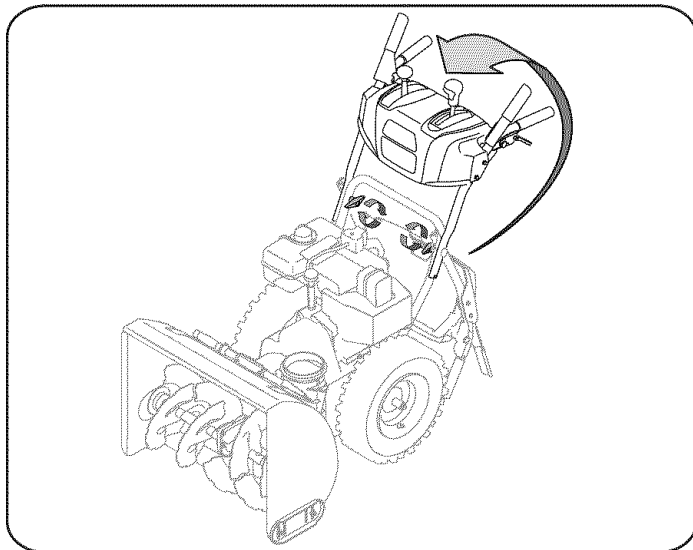

Figura 1
- a. Coloque la palanca de cambios en la posición de avance (F) 6.
- b. Tire hacia arriba y hacia atrás de la manija superior, tal como se muestra en la figura 1. Cuando usted levanta el mango hacia arriba, asegúrese que ambos finales del cable de centro son colocados correctamente en los soportes. Alinee la manija superior con la manija inferior.